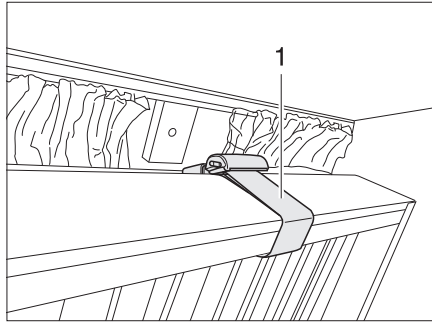

Fig. 60 Lit superposé, rabattable
- ▶ Verrouiller le lit superposé avec la ceinture de sécurité (Fig. 60,1) une fois qu'il est rabattu vers le haut. Risque de blessure!
Les lits superposés peuvent être rabattus vers le haut et sécurisés avec la ceinture de sécurité (Fig. 60,1). La zone sous le lit peut alors être utilisée comme espace de rangement.